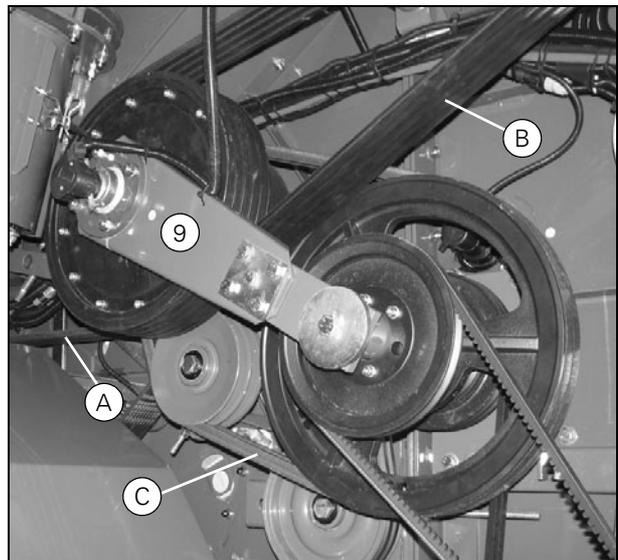
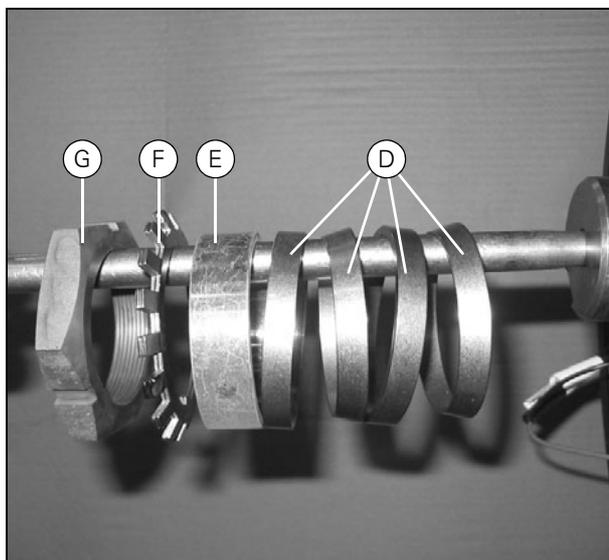

Рисунок 42
Рисунок 44
- Установите два набора крепежных элементов (D), дистанционную втулку (E), стопорную пластину (F) и центральную гайку (G) в порядке, показанном на (Рис. 44).
- Затяните центральную гайку (G) моментом 600 Нм.
- При установке опорного кронштейна (9) (Рис. 42), пропустите провод через подшипник по канавке вала до установки запорного кольца на подшипник.